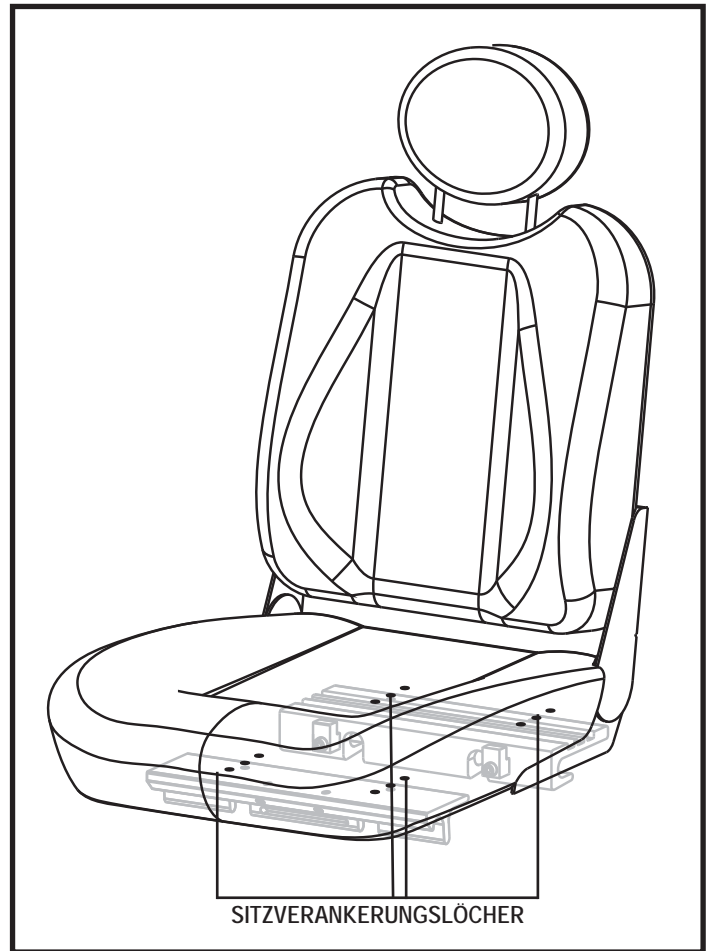

Abb. 12. Einstellung der Sitzposition
6. Platzieren Sie die Extrusionen auf anderen Befestigungslöchern. Sie müssen beide Extrusionen um die gleiche Anzahl von Löchern nach vorne oder hinten bewegen. **Siehe Abb. 12.**